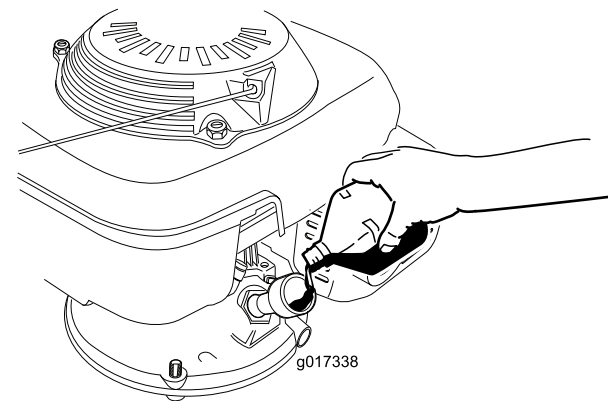

Figura 7
3. Versate **lentamente** dell'olio nel foro di riempimento, attendete 3 minuti poi controllatene il livello con l'apposita asta: dopo averla pulita, inseritela **fino a posizionarne il tappo sul foro di riempimento**, ma senza avvitarla (Figura 7).